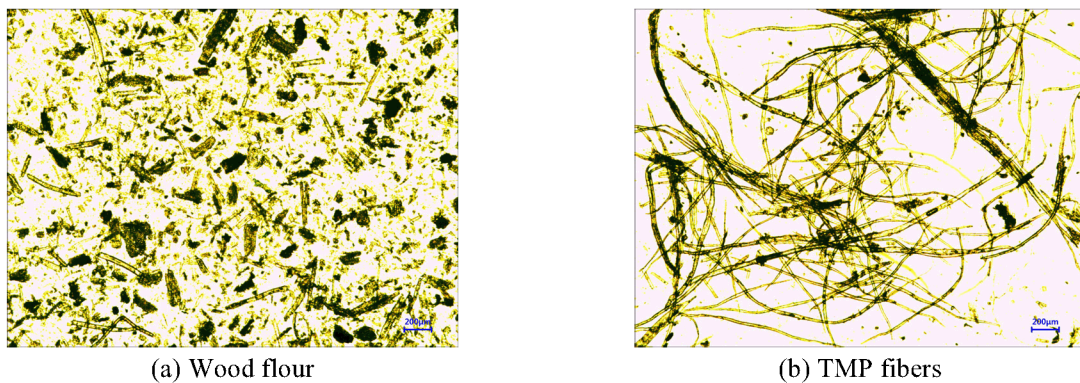

Fig. 3. Microscopic observation of wood flour vs. TMP fibers as bulk modifiers.
### (1) 형태학·현미경 관찰 기반의 근거 (Fig. 3)
결론적으로 가격 경쟁력을 갖춘 TMP/BCTMP 공급망 기반의 원료 전환은 단순한 재료 치환을 넘어, 백수·슬라임·가동률 등 공정의 만성 불안정 요인을 줄이고, 총소유비용(TCO)과 수익 구조를 근본적으로 개선하는 핵심 전략이다. Fig. 3(형태학)과 Fig. 4(물성 비교)는 이러한 전환의 공정적·물성적 타당성을 함께 뒷받침한다.